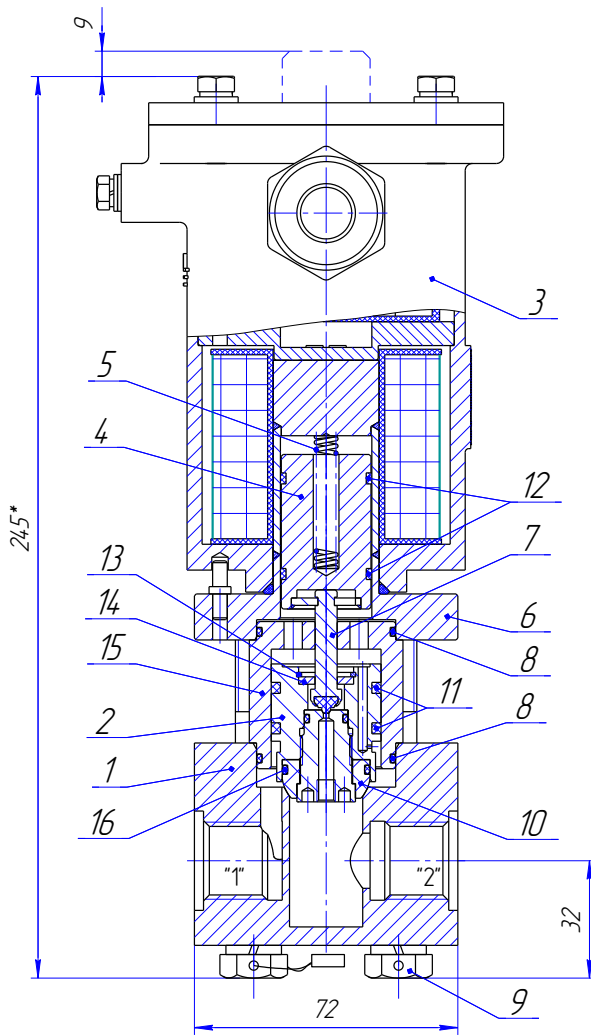

Рис.1 Клапан. Общий вид
4.7 Материалы основных деталей клапана, контактирующих с рабочей средой, (см. рисунок 1)
Клапан состоит из следующих основных узлов и деталей (см. рисунок 1): корпуса 1, камеры 15, разделительной трубки 6, электромагнитного привода 3, сердечника 4, штока 7, затвора 2, возвратной пружины 5.
Обозначения на рис. 1: 1-корпус(Сталь 14X17H2 ГОСТ 5632-72), 2-затвор (Сталь 14X17H2 ГОСТ 5632-72), 3- электромагнитный привод (см.рис.3), 4- сердечник (Сталь 14X17H2 ГОСТ 5632-72), 5- пружина (Проволока ВО-2 ТУ3-1002-77), 6- трубка разделительная(Сталь 12X18H10T ГОСТ 5632-72,14X17H2 ГОСТ 5632-72), 7- шток (Сталь 12X18H10T ГОСТ 5632-72), , 9- болт А2 DIN962, 10 – уплотнение (РЕЕК), 8,16-кольца уплотнительные (резиновая смесь), 11,12-кольцо (фторопласт Ф4К20 ТУ 6-05-1413-76), 13 – кольцо стопорное DIN472, 14–пластина(Сталь 12X18H10T ГОСТ 5632-72); 15 – камера (Сталь 14X17H2 ГОСТ 5632-72).